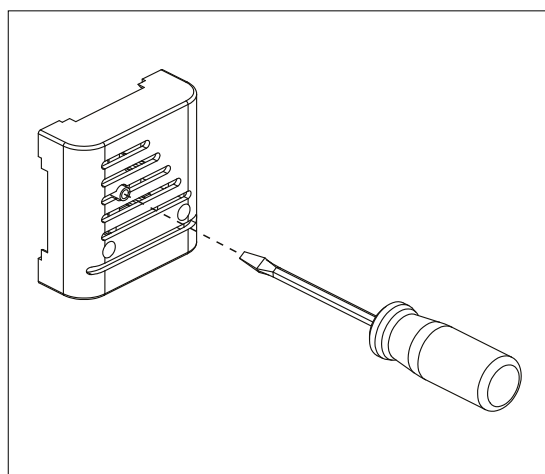

Abbildung 16. Reaktivierung des Überhitzungsschutzes
- Der Überhitzungsschutz des Ofens wurde ausgelöst: **Die Ursache für das Auslösen des Überhitzungsschutzes muss ermittelt werden!** Der Überhitzungsschutz kann durch Drücken des Temperatursensors reaktiviert werden (Abbildung 16).